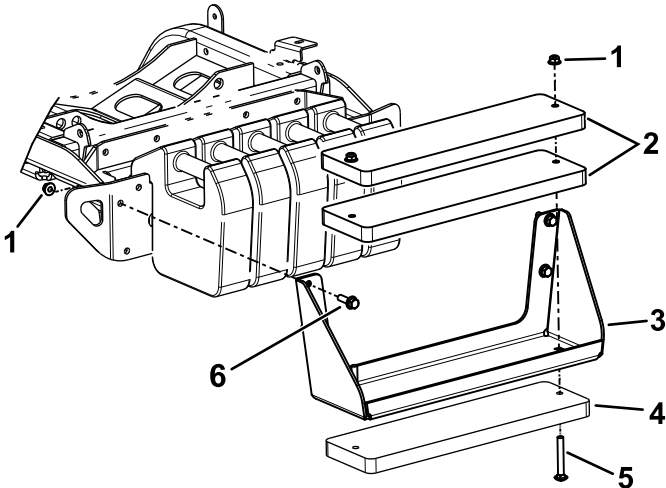

Figura 20
**Nota:** Consulte estos pasos en la Figura 20.
- A. Utilice los pernos (3/8" x 4") y las tuercas (3/8") para sujetar los 3 pesos al soporte (Figura 20).
- B. Utilice los pernos de cabeza hexagonal y las tuercas (incluidos en el kit) para sujetar el soporte de los pesos a la máquina (Figura 20).
- A. Retire el soporte de los pesos de la máquina (Figura 20).
- C. Utilice los pernos (3/8" x 4") y las tuercas (3/8") para sujetar los 3 pesos al soporte (Figura 20).
- D. Utilice las fijaciones que retiró anteriormente para sujetar el soporte de los pesos a la máquina (Figura 20).